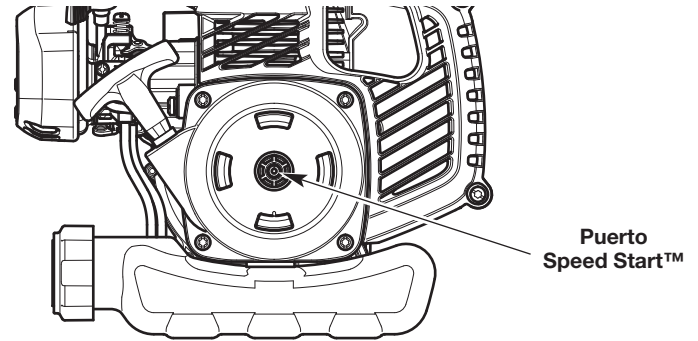

Fig. 17
6. **NO** apriete el control del acelerador. Coloque el accesorio Speed Start™ en el puerto Speed Start™ (Fig. 17). Consulte la sección *Operación* del manual del operador del accesorio Speed Start™.